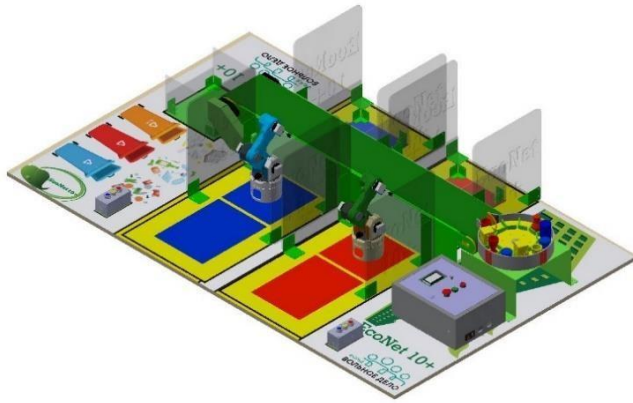

Рис. 6 Установка робота команды на игровом поле
- Участники команды устанавливают своего робота в соответствующие зону (рис. 6).